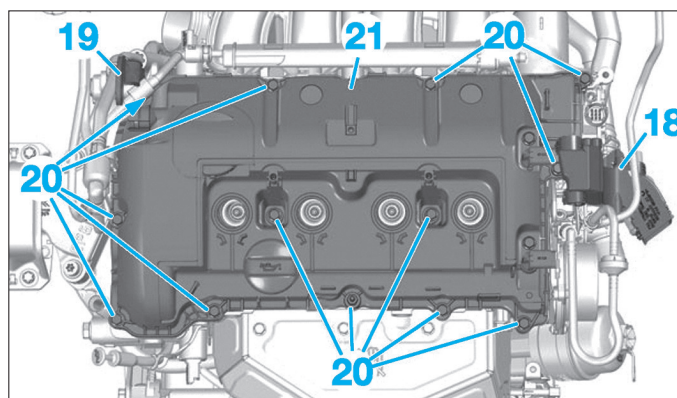
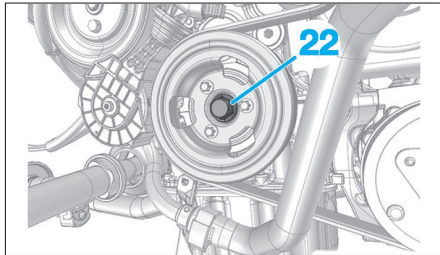
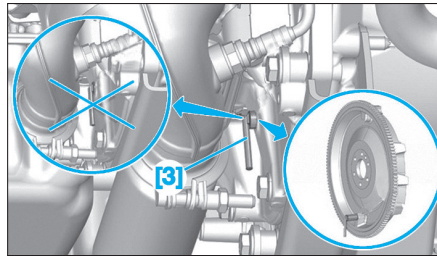

FIG. 4
FIG. 5
FIG. 7
- les connecteurs des capteurs d'arbres à cames (12),
- les connecteurs (13) des bobines (14).
- Déposer les bobines (14).
- le faisceau moteur (15) en (B),
- les tuyaux de carburant (16).
- Désaccoupler le tuyau de réaspiration des vapeurs d'huile (17).
- Soulever et écarter la goulotte (18) (Fig.4).
- Desserrer la patte de levage (19).
- les vis (20) du couvre culasse,
- le couvre culasse (21).
- Verrouiller les déphaseurs d'arbre à cames en effectuant 2 tours moteur par l'intermédiaire de la vis (22) de poulie de vilebrequin (Fig.5).
- Tourner le vilebrequin (22) (Fig.5) dans le sens de rotation du moteur pour permettre la mise en place de l'outil [3] (Fig.7).
- Vérifier le bon pigeage du moteur en essayant de tourner la vis (22) (Fig.5) dans le sens antihoraire.